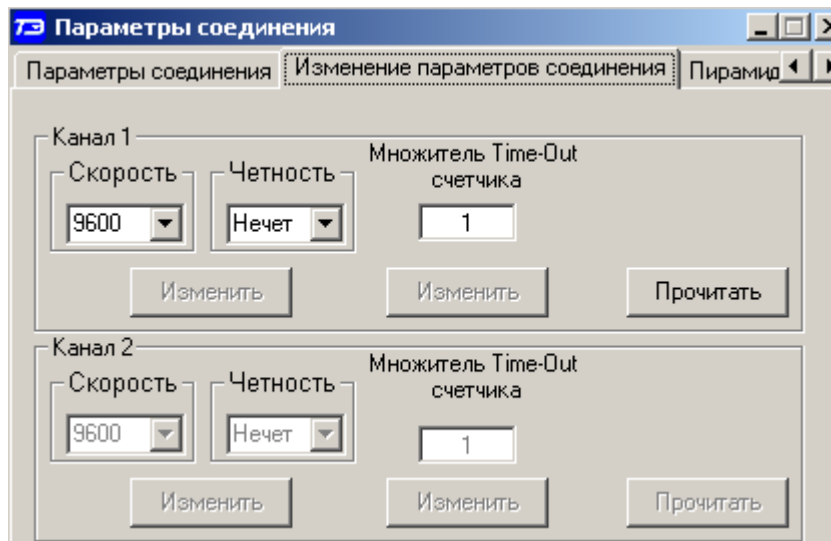

Рисунок 3 – Форма «Параметры соединения», вкладка «Изменение параметров соединения»
- открыть вкладку «Изменение параметров соединения» формы «Параметры соединения» (рисунок 3);
4.3 Скорость обмена по каналам RS-485 может быть изменена через оптический интерфейс, посредством вкладки «Изменение параметров соединения» формы «Параметры соединения» (рисунок 3).